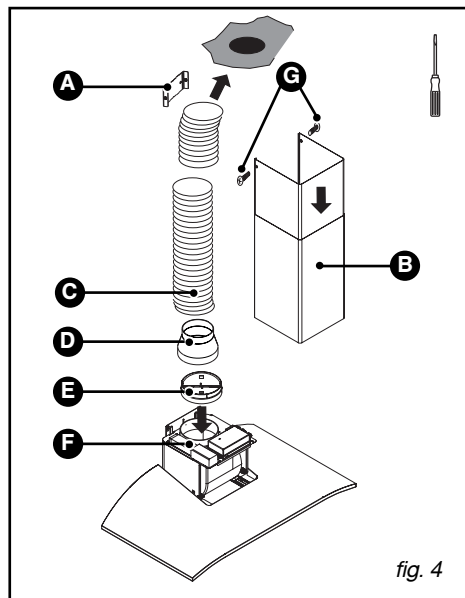

fig. 4
– Emboîtez l'extrémité de la gaine sur la sortie moteur (fig. 4).
– Préparez votre cheminée télescopique en prenant soin de dissimuler les ouïes (fig. 4).
– Fixez la partie supérieure de la cheminée (B/fig. 4) sur le support cheminée métallique (A/fig. 4) avec les deux vis (G/fig. 4).